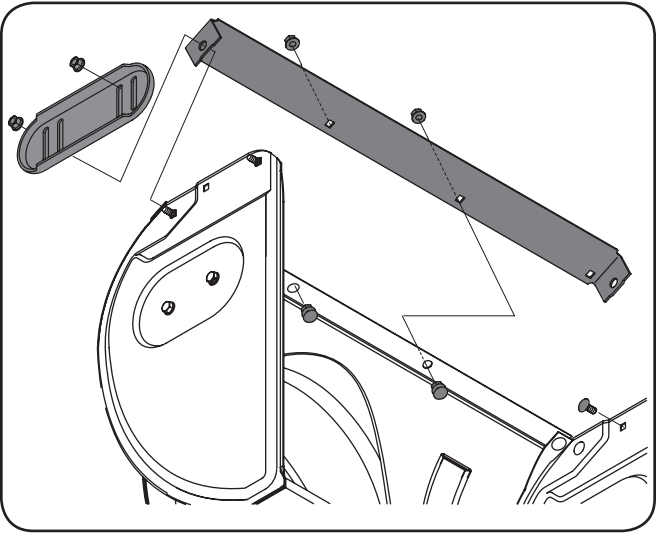

Figure 6-1
- 2. Remontez les nouveaux patins avec les boulons ordinaires, les rondelles (deux sur chaque côté) et les contre-écrous à embase. Voir la Fig. 6-1.
Note : Les patins (et la quincaillerie des patins) installés sur votre souffleuse peuvent être différents de ceux illustrés sur la Fig. 6-1.